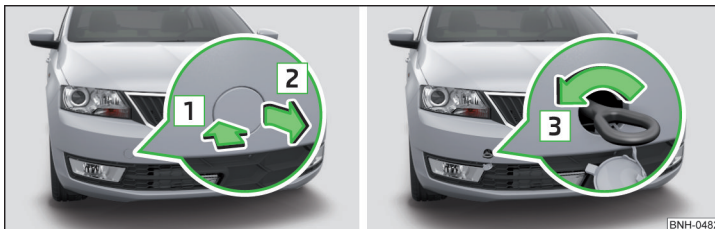

Abb. 167 Ausbau der Abdeckkappe / Einbau der Abschleppöse
- Auf die Abdeckkappe in Pfeilrichtung [1] » Abb. 167 drücken.
➤ Die Abschleppöse von Hand in Pfeilrichtung [3] » Abb. 167 bis zum Anschlag einschrauben » !.